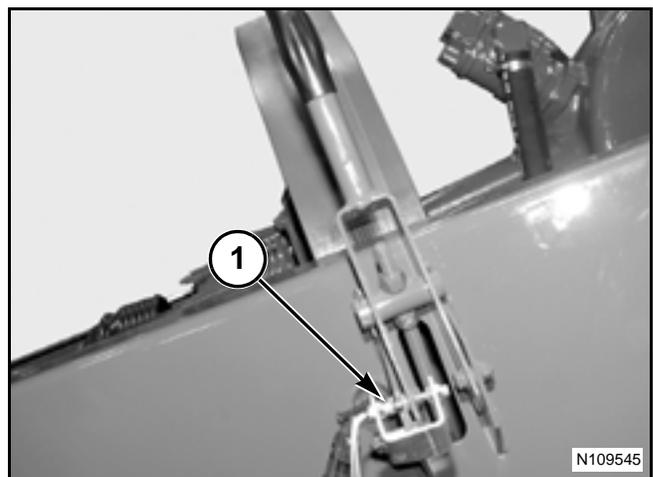

FIG. 11
FIG. 11: El freno del volante se usa para evitar que el volante gire. El interruptor del freno del volante (1) vigila la posición de la palanca del freno del volante. Si la palanca del freno de la volante está hacia abajo (freno conectado), una alarma audible y visual alertará al operador.